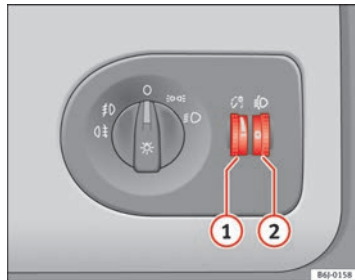

Abb. 56 Ausschnitt aus der Instrumententafel: Regler für die Instrumenten-/Schalterbeleuchtung und Leuchtweitenregulierung
Bei eingeschaltetem Licht lässt sich die Helligkeit der Instrumenten- und Schalterbeleuchtung durch Drehen des Rändelrades  $\Rightarrow$  Abb. 56 ① stufenlos regulieren.